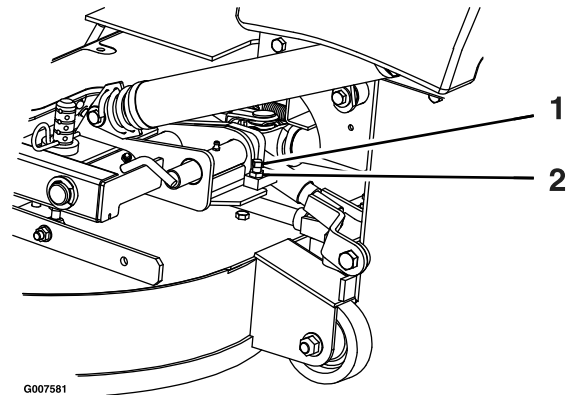

Bild 81
2. Lösen Sie die Klemmmutter und drehen Sie die Anschlagsschraube nach rechts, bis der Arretierbolzen fest ist und nicht mit der Hand gedreht werden kann (Bild 81).